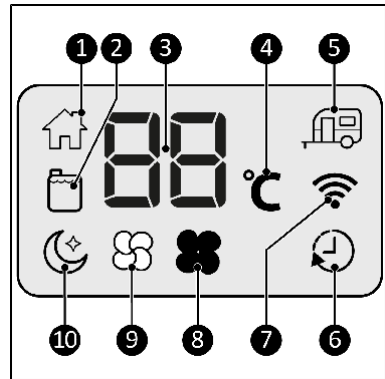

Abb. 3
5. Die Kontrollleuchten des Gebäudemodus (Abb. 3, Pos. 1) und des Wohnwagenmodus (Abb. 3, Pos. 5) beginnen zu blinken.